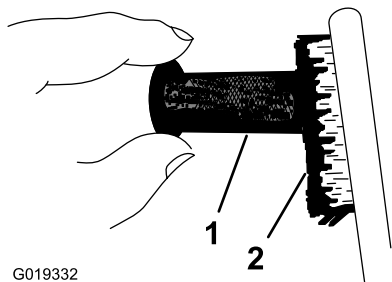

Figura 33
- Utilice un cepillo para eliminar con cuidado los depósitos de hollín de la rejilla del parachispas (Figura 33).